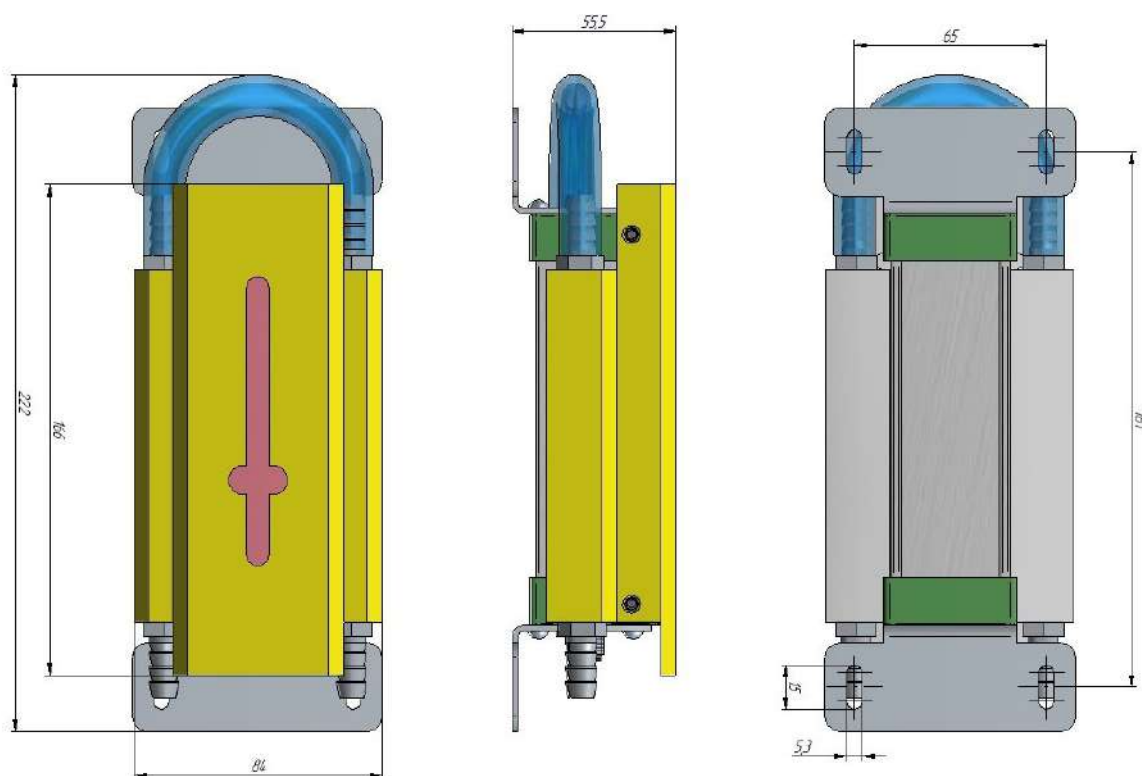
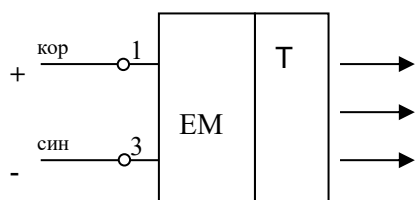
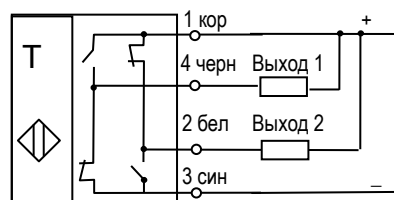
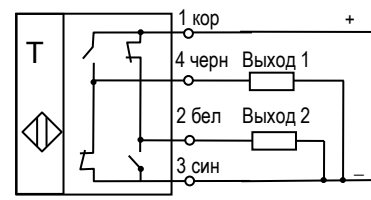

Рис. 1 Внешний вид и габаритные размеры барьера ВБО-ЭКТК
Рис. 2 Излучатель
Рис. 3. Приемник
Рис. 4. Приемник
3.1 Барьеры ВБО-ЭКТК относятся к оптическим бесконтактным выключателям типа Т (приём прямого луча от излучателя). Барьер состоит из многолучевого источника инфракрасного излучения и приёмника, имеющих одностипные металлические корпуса. Длина корпуса зависит от высоты контролируемой зоны L. На крышку корпуса выведен разъём для подключения кабеля. Излучатель и приемник установлены в термокожухи, предназначенные для водяного охлаждения. Внешний вид и габаритные размеры приведены на **рис. 1**. Схема подключения излучателя приведена на **рис. 2**, а возможные схемы подключения приемника – на **рис. 3 и 4**.
Приёмник имеет выход 1 (конт. 4) и выход 2 (конт. 2). Коммутационный элемент каждого выхода выполнен по комплементарной (двухтактной, push-pull) схеме: он состоит из двух ключей, работающих противофазно, т.е. если один замкнут, то другой разомкнут. Один ключ соединяет выход с плюсом питания, а другой – с минусом. При отсутствии объекта воздействия выход 1 соединен с минусом питания, а выход 2 соединен с плюсом питания. При появлении объекта, который перекрывает хотя бы один из лучей, выход 1 переключается на плюс питания, а выход 2 переключается на минус питания. Комплементарный коммутационный элемент позволяет включать нагрузку между выходом и плюсом питания, реализуя NPN-выход (рис. 3), или между выходом и минусом питания, реализуя PNP-выход (рис.4). Каждый выход имеет тактовую защиту от короткого замыкания в нагрузке. При срабатывании защиты оба ключа коммутационного элемента переходят в разомкнутое состояние. После устранения короткого замыкания работоспособность коммутационного элемента автоматически восстанавливается.